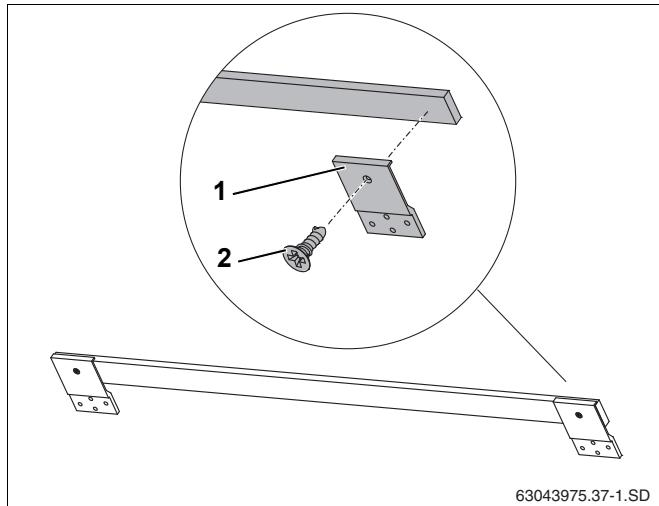

Рис. 10 Установка креплений от сползания
Для горизонтального монтажа нужно закрепить 3 крепления от сползания (рис. 10, поз. 1) на деревянной планке (2 снаружи, 1 в середине).
- ▶ На концах деревянной планки закрепите два крепления от сползания (рис. 10, поз. 1) саморезами 4x10 (рис. 10, поз. 2).